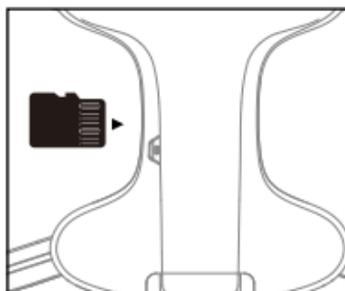

Bild 17
1. Legen Sie TF Karte entsprechend dem Bild 17 in die Kamera ein.